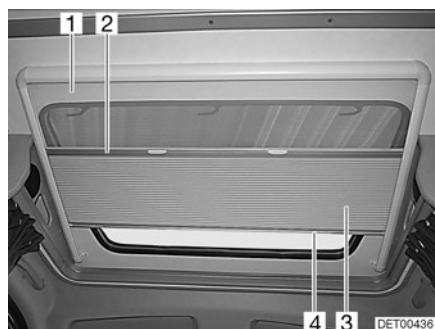

Fig. 57 Tragaluz
Estor plegable El estor plegable (Fig. 57,3) está unido fijamente con la protección contra insectos (Fig. 57,1).
- Coger el estor plegable por el centro de la tablilla final (Fig. 57,4) y tirar con cuidado hacia abajo.
- Regresar el estor plegable lentamente a su posición por la tablilla final (Fig. 57,4).
- Detener el centro de la tablilla final (Fig. 57,2) de la protección contra insectos y tirar con cuidado completamente hacia abajo.
- Regresar la protección contra insectos lentamente a su posición por la tablilla final del estor plegable (Fig. 57,4).